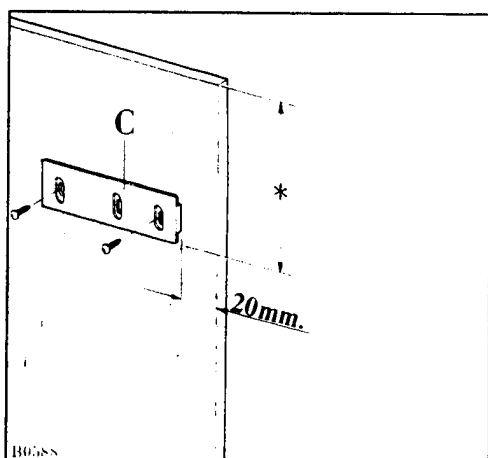

Fig. 7
Poser les deux guides (C) à l'intérieur de la porte du meuble, en haut et en bas, comme l'illustre la Fig. 7, et repérer la position des trous extérieurs.